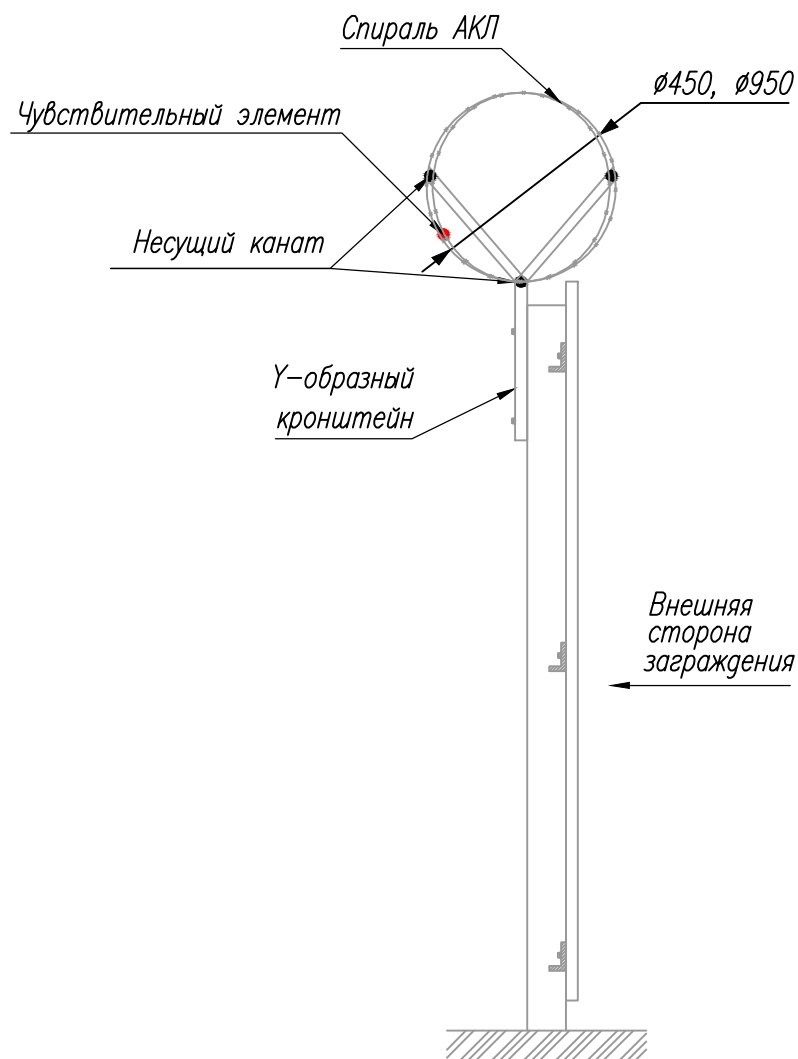

Рис. 1. Заграждение с Y-образным кронштейном.
5. Для предотвращения повреждений оболочки чувствительного элемента в точках его крепления режущие элементы спирали АКЛ отогнуть в сторону, противоположную от чувствительного элемента, см л. 26, рис. 1.